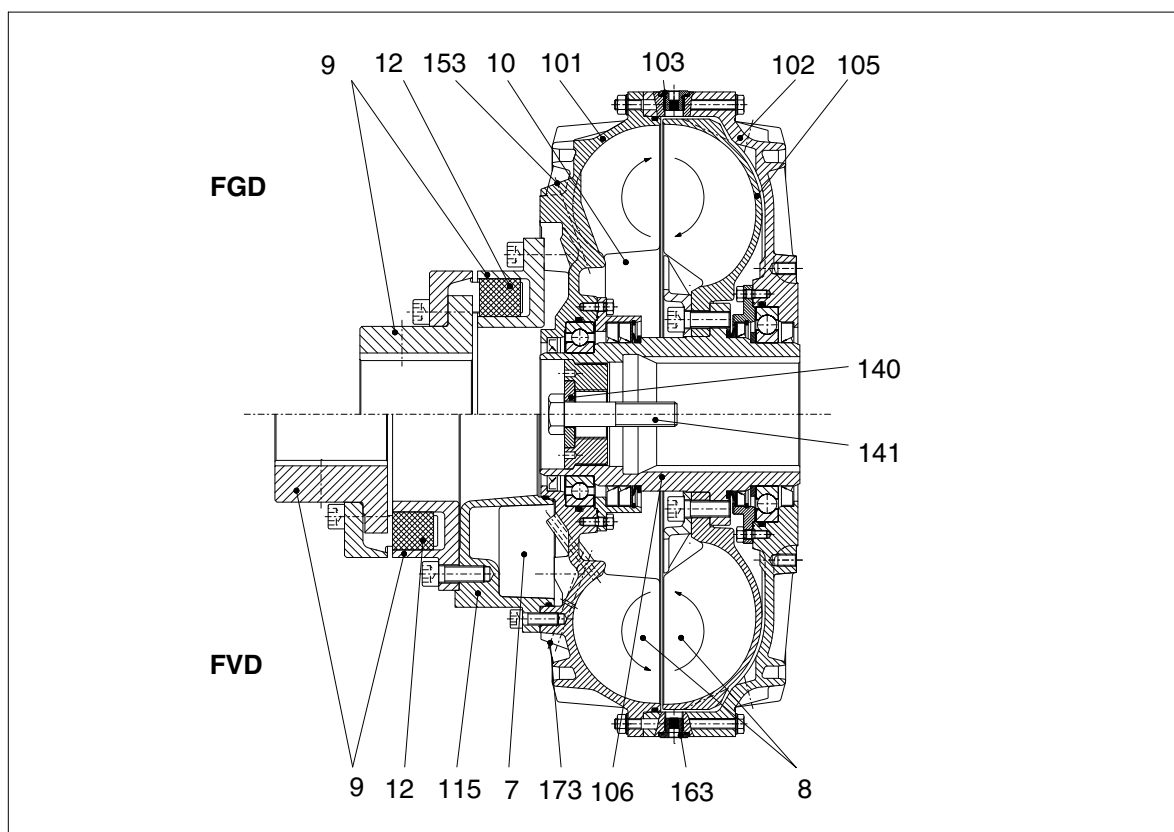

Bild 3: Allgemeine Beschreibung der Baureihe "FG.", "FV." und "FVV."
Vor dem Reinigen der Kupplungsteile und dem Aufbringen der Langzeitkonservierung sind die Pakete (12) in Bild 3 zu entfernen.